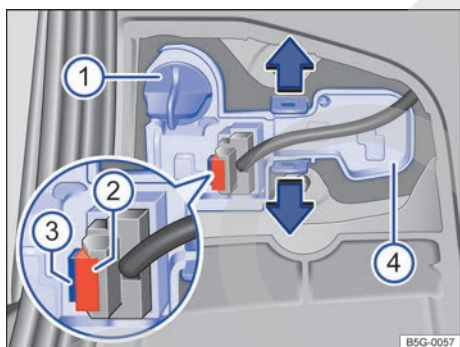

Fig. 198 En el portón del maletero: extraer el portalámparas.
- ④ Gire el portalámparas → fig. 198 ① en el sentido contrario al de las agujas del reloj, hasta el tope, y extraígalo junto con la lámpara hacia atrás.
- ⑤ Sustituya la lámpara averiada por otra nueva del mismo tipo. Coloque el portalámparas ① y gírelo en el sentido de las agujas del reloj hasta el tope.
- ⑥ Extraiga el seguro ②. Presione el bloqueo ③ del conector y desacople el conector.
- ⑦ Desbloquee las pestañas de encastre del portalámparas ④ en el sentido de las flechas y extraiga el portalámparas.
- ⑧ Sustituya la lámpara averiada por otra nueva del mismo tipo.
- ⑨ Coloque de nuevo el portalámparas. Las pestañas de encastre deberán encastrar de forma audible.
- ⑩ Acople el conector al portalámparas y monte la tapa. La tapa tiene que encastrar y quedar bien fijada.
- ⑪ Cierre el portón del maletero → pág. 88.